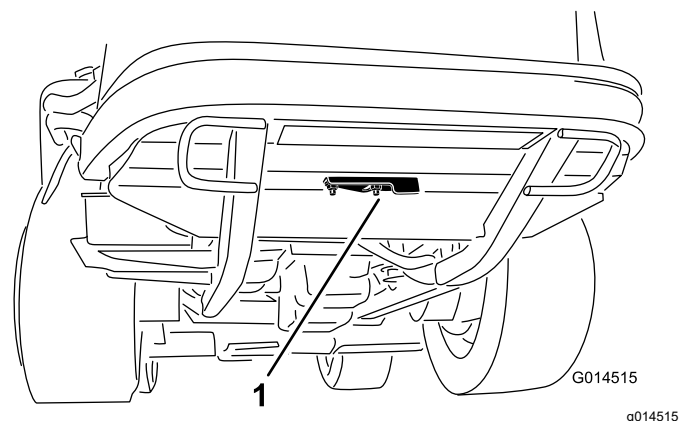

Figure 83
2. Desserrez l'écrou à embase qui fixe le couvercle de nettoyage à la face inférieure du cadre arrière (Figure 83). Faites pivoter le couvercle sur le côté pour exposer le trou de nettoyage dans le cadre.